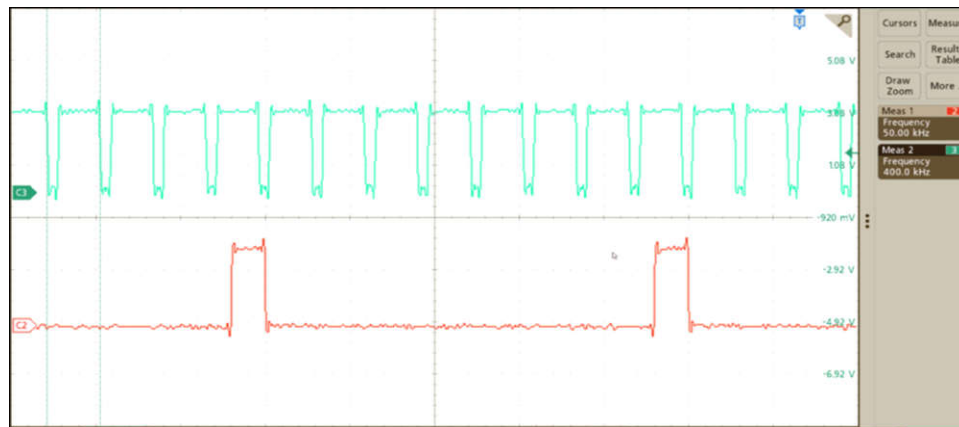

図 3-13. ADS9324 の CONVST および DRDY 信号
4. オシロスコープを使用して、周波数が 50kHz の場合に外部 ADC の DRDY 信号をチェックします。MCU が動作しているときの ADS9324 の DRDY および CONVST 信号を、図 3-13 に示します。